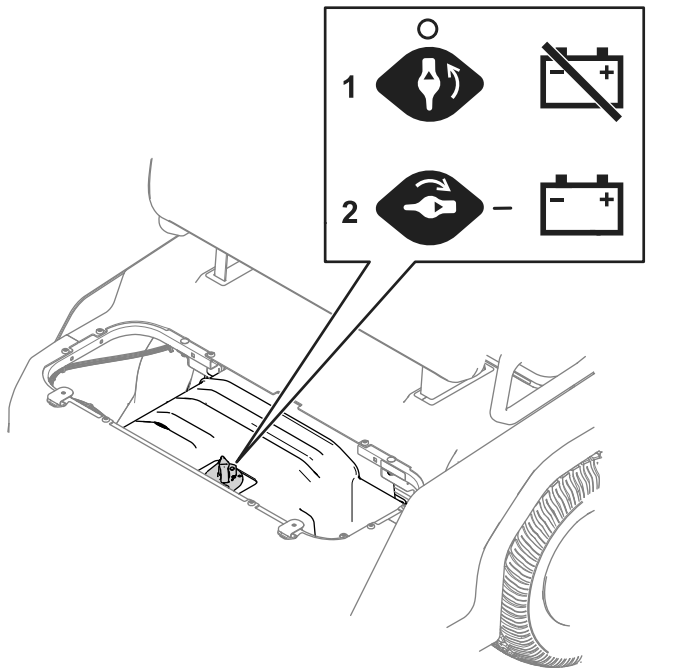

Bild 34
3. Bringen Sie den Akkutrennschalter in die gewünschte Position, wie in Bild 34 dargestellt.